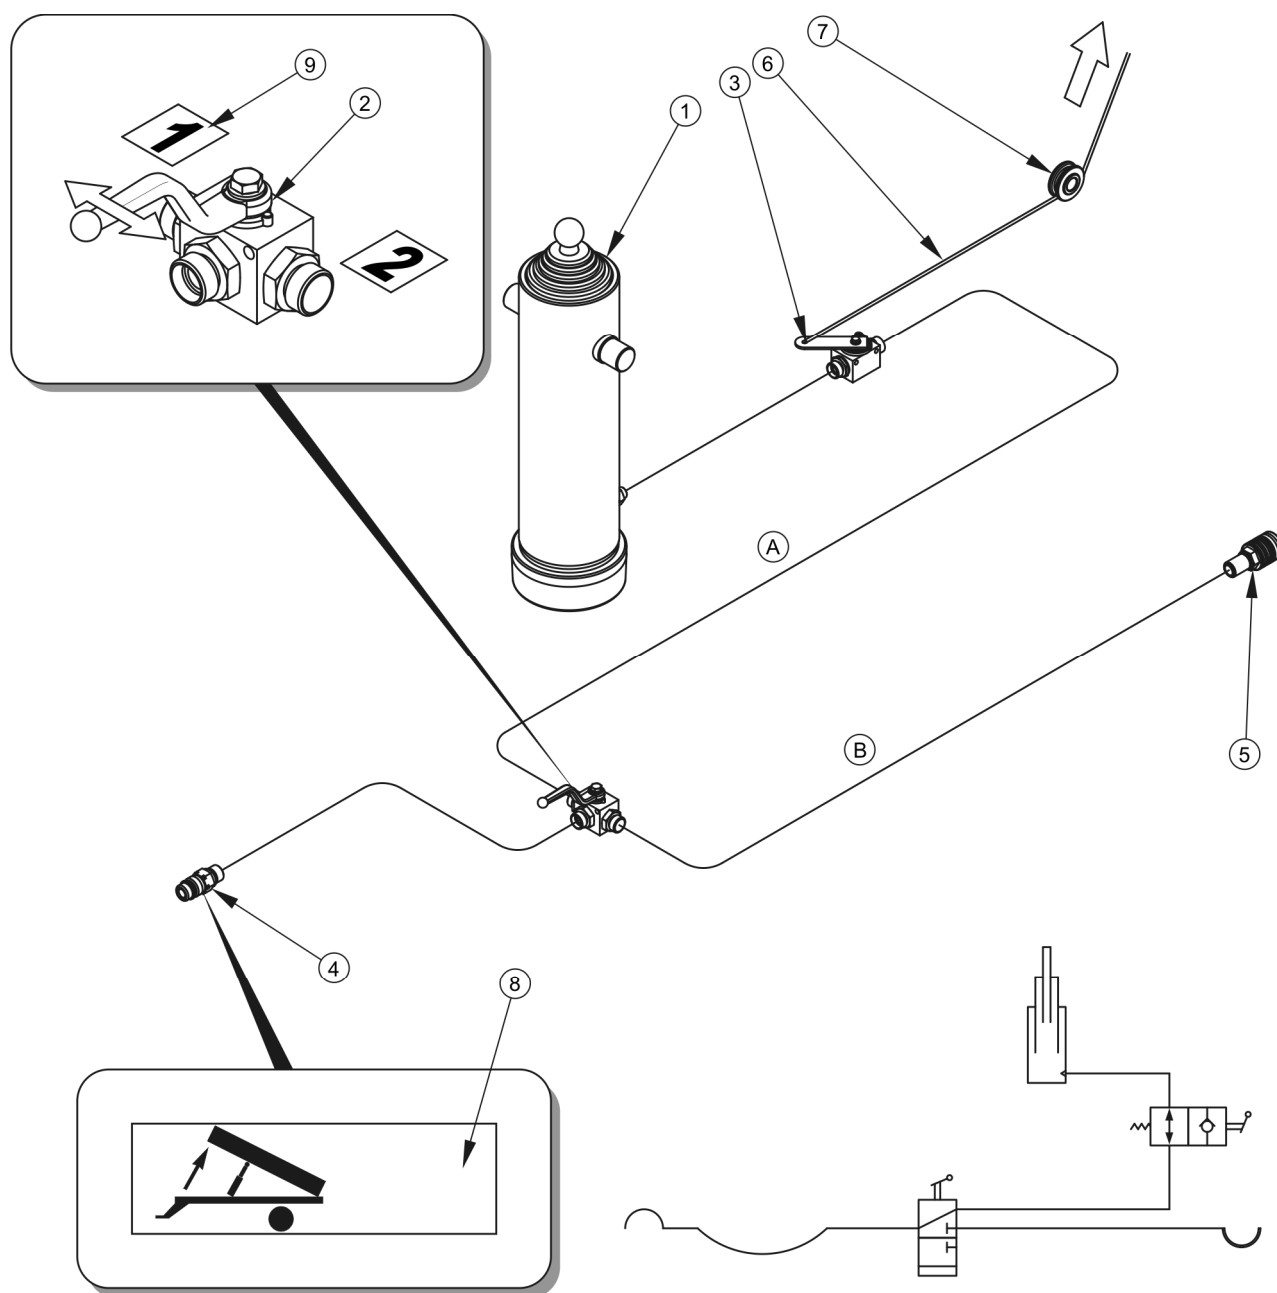

ABBILDUNG 3.10 Aufbau und Schema des Hydrauliksystems zum Absenken des Kippsystems
(1) Teleskopzylinder, (2) Dreiwegeventil, (3) Absperrventil, (4) Schnellanschluss,
(5) Buchse, (6) Steuerkabel, (7) Führungsrolle, (8), (9) Informationsaufkleber
Das Dreiwegeventil (2) (Abb. 3.10) wird zum Schalten dieser Stromkreise verwendet. Der Hebel dieses Ventils kann 2 Positionen einnehmen:
- 1 - offener Anhängerkippkreis - Stromkreis (A),
- 2 - offener Kippkreis des zweiten Anhängers - Kreis (B).